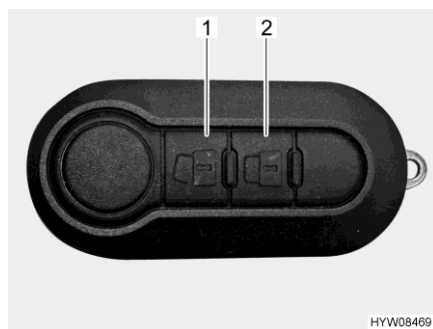

Fig. 33 Telecomando chiusura centralizzata (2 tasti)
- Premere una volta brevemente il tasto  (Fig. 33,1). Le serrature sono sbloccate.
- Premere una volta brevemente il tasto  (Fig. 33,2). Le serrature sono bloccate.